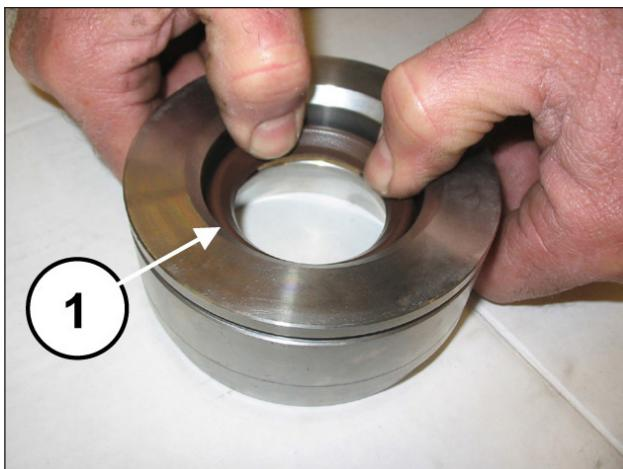

Fig. 136
Monter la bague de tête (rep. ①, Fig. 135), le joint haute pression (rep. ①, Fig. 136) et l'anneau restop (rep. ①, Fig. 137).